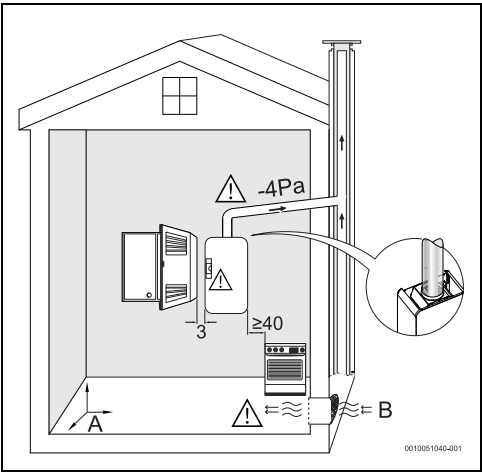

Fig. 9 Exigences minimales
- ▶ Respecter les distances minimales indiquées dans la fig. 9.
- ▶ Assurer l'accès libre pour les opérations de maintenance et respecter les exigences minimales indiquées dans la figure 9.